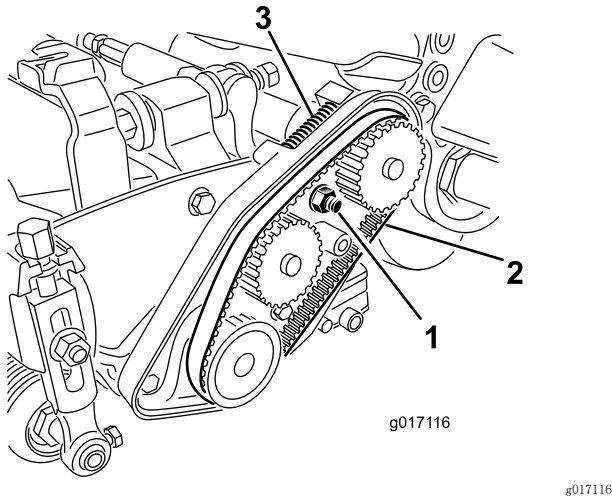

图17
3. 松开轴承座螺母（图17）。
- 拆下皮带（图17）。
- 确保压缩弹簧对皮带（图17）施加张紧力。